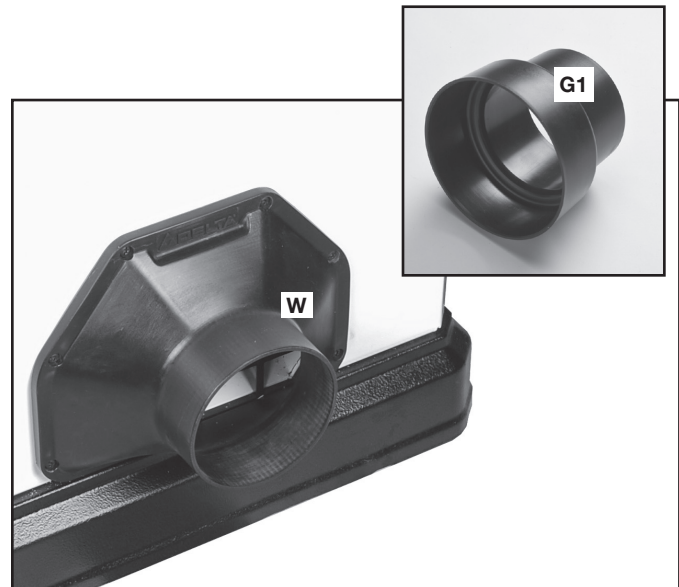

FIG. 18
Un adaptateur pour tuyau d'aspiration de 127 mm (5 po) (W) fig. 18 est installé en usine sur la scie Unisaw. Un réducteur d'orifice de dépoussiérage de 127 mm (5 po) à 102 mm (4 po) (G1) est également inclus.
Pour installer le réducteur d'orifice de dépoussiérage, glisser fermement le réducteur (G1) fig. 18 sur l'adaptateur pour tuyau d'aspiration (W).